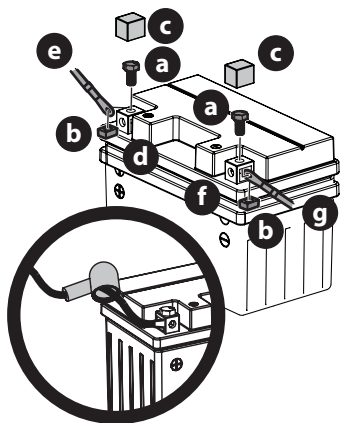

Figura 11
1. Extraiga los tornillos hexagonales (a) y las tuercas cuadradas (b) situados en el extremo del arnés de cables o en la bolsa que acompaña a este manual. Guarde los herrajes para uso posterior (Figura 11 en la página 42).
2. Retire la cubierta plástica (c), si está presente, del borne positivo de la batería (d) y una el cable rojo (e) al borne positivo de la batería (b) utilizando uno de los tornillos hexagonales (a) y las tuercas cuadradas (b) que se extrajeron en el paso 1. Use un destornillador Philips (Figura 11 en la página 42).
3. Coloque el capuchón de caucho rojo por encima del borne positivo de la batería para protegerlo contra la corrosión. (Figura 11 inserto).
4. Retire la cubierta plástica (c), si está presente, del borne negativo de la batería (f) y una el cable negro (g) al borne negativo de la batería (f) utilizando el tornillo hexagonal restante (a) y la tuerca cuadrada (b) (Figura 11).